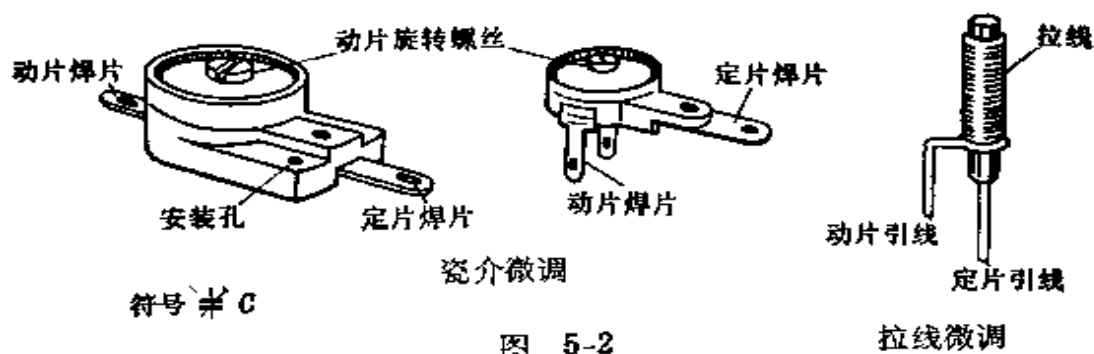

图 5-2
1. 微调电容 又称半可变电容器。它的实物外形及符号见图 5-2。微调电容器的电容量的调节范围比可变电容器小得多,只有几到几十微微法。对于瓷介微调电容,只要调节它的旋转螺丝,就可以改变它的电容量。对于拉线微调电容,将它的拉线拆去几圈,就可以减少它的电容量。调节好以后,再将拆开的一段线剪去。